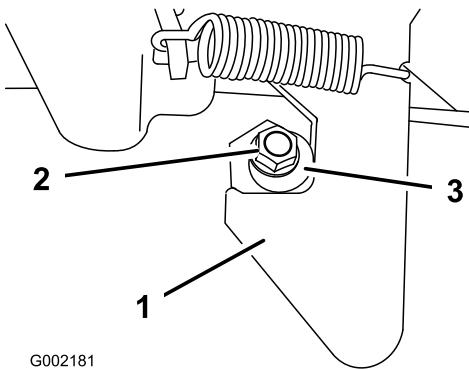

Figura 18
1. Afloje la tuerca del extremo del tope del enganche (Figura 18).
2. Gire el tope en el sentido de las agujas del reloj hasta que quede apretado contra el enganche, luego apriete la tuerca (Figura 18).